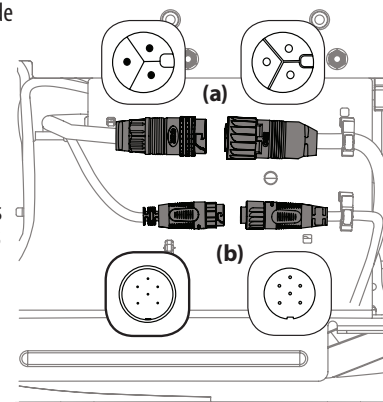

Figura 21
3. Desconecte el motor de la plataforma de los adaptadores que se encuentran en la parte inferior del tractor. Gire los conectores 1/4 de vuelta en sentido contrario a las agujas del reloj y tire hacia abajo. Consulte la Figura 21.